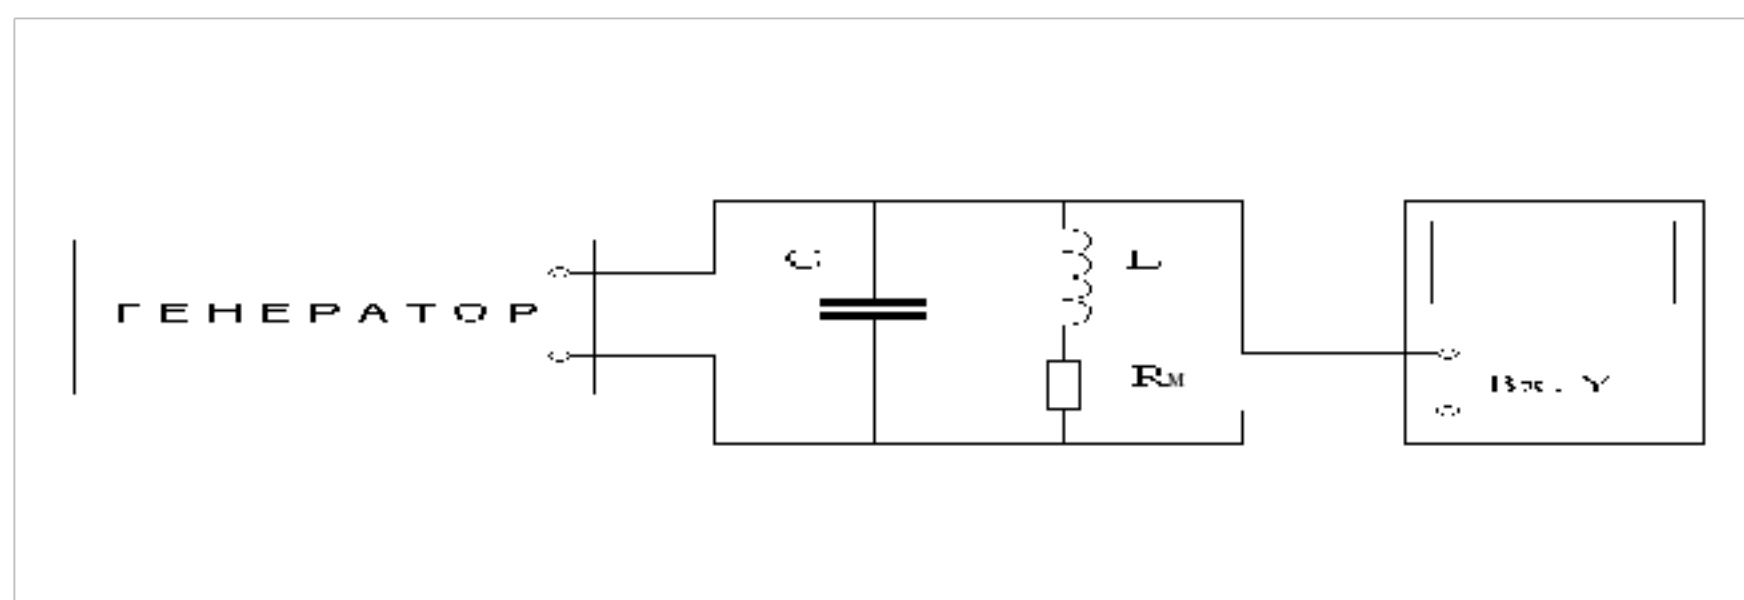

Рис. 5.
1. Собрать схему согласно рис. 5. Сопротивление магазина  $R_m$  сделать равным нулю. Индуктивность и емкость контура выбрать произвольно, внести их параметры в табл. 11.1.